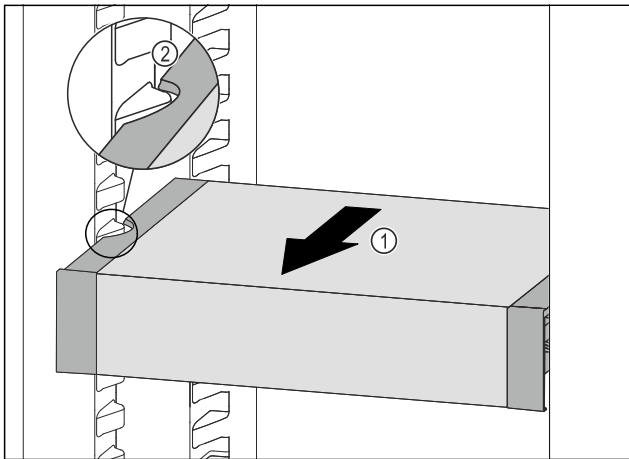

Fig. 102
- Tirare VarioSafe in avanti Fig. 102 (1) fino a quando le cavità laterali di VarioSafe non si trovano al livello della nervatura del contenitore nel vano frigorifero. Fig. 102 (2)